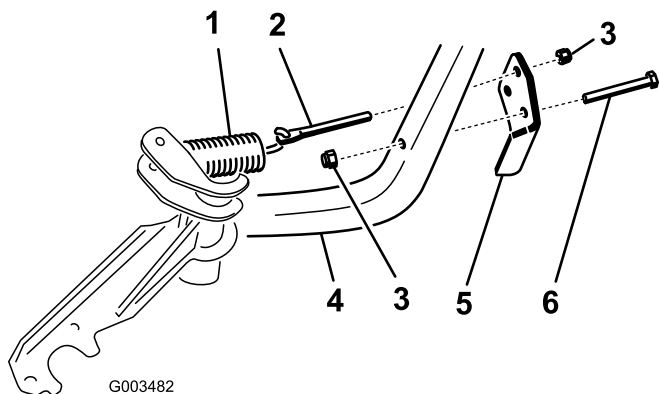

**Figura 5**
1. Ligue a mola de extensão a uma das alavancas de mola no tubo articulado e na barra da mola (Figura 5).
2. Instale sem apertar o suporte do tubo articulado no lado direito (Figura 5).
3. Deslize o lado direito do tubo articulado no suporte do tubo articulado do lado direito (Figura 5).
5. Eleve a pega do lado esquerdo do tubo articulado na estrutura e instale-a com um suporte de tubo articulado, 2 parafusos (3/8 x 3 pol.), e 2 porcas de bloqueio (3/8 pol.) (Figura 5).